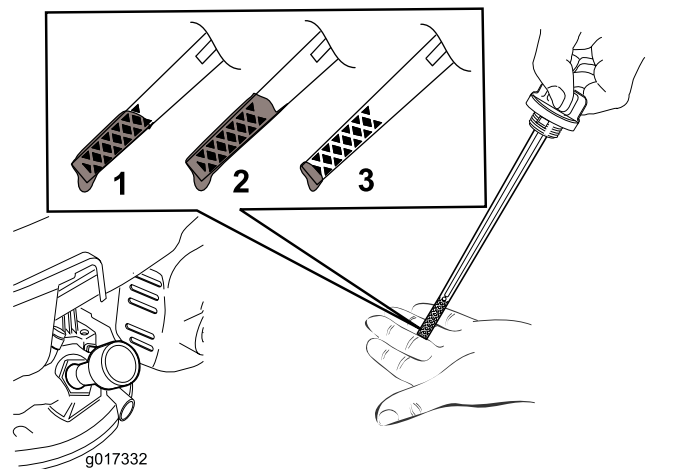

図 7
2. ディップスティックを外す 図 7。
注 ディップスティックで量を確認しながら 図 7 に示される適正量までオイルを入れる。オイルを入れすぎてしまった場合には、エンジンオイルの交換 \(ページ 14\)の項に従って余分なオイルを抜き取ってください。